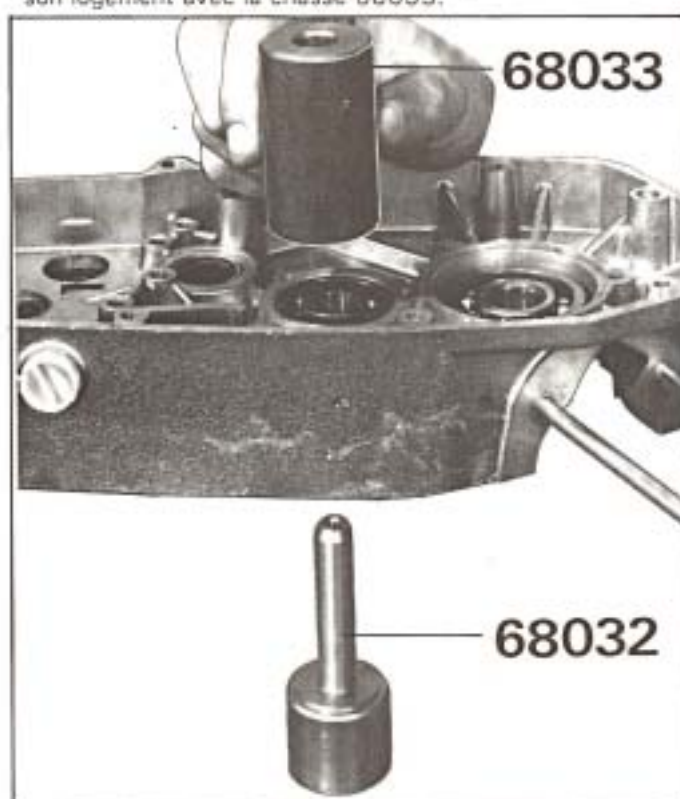

Fig. 47
- Le carter étant préalablement chauffé (80 à 100°), le placer sur le guide 68032, la chambre des volants tournée vers le bas (figure 47).